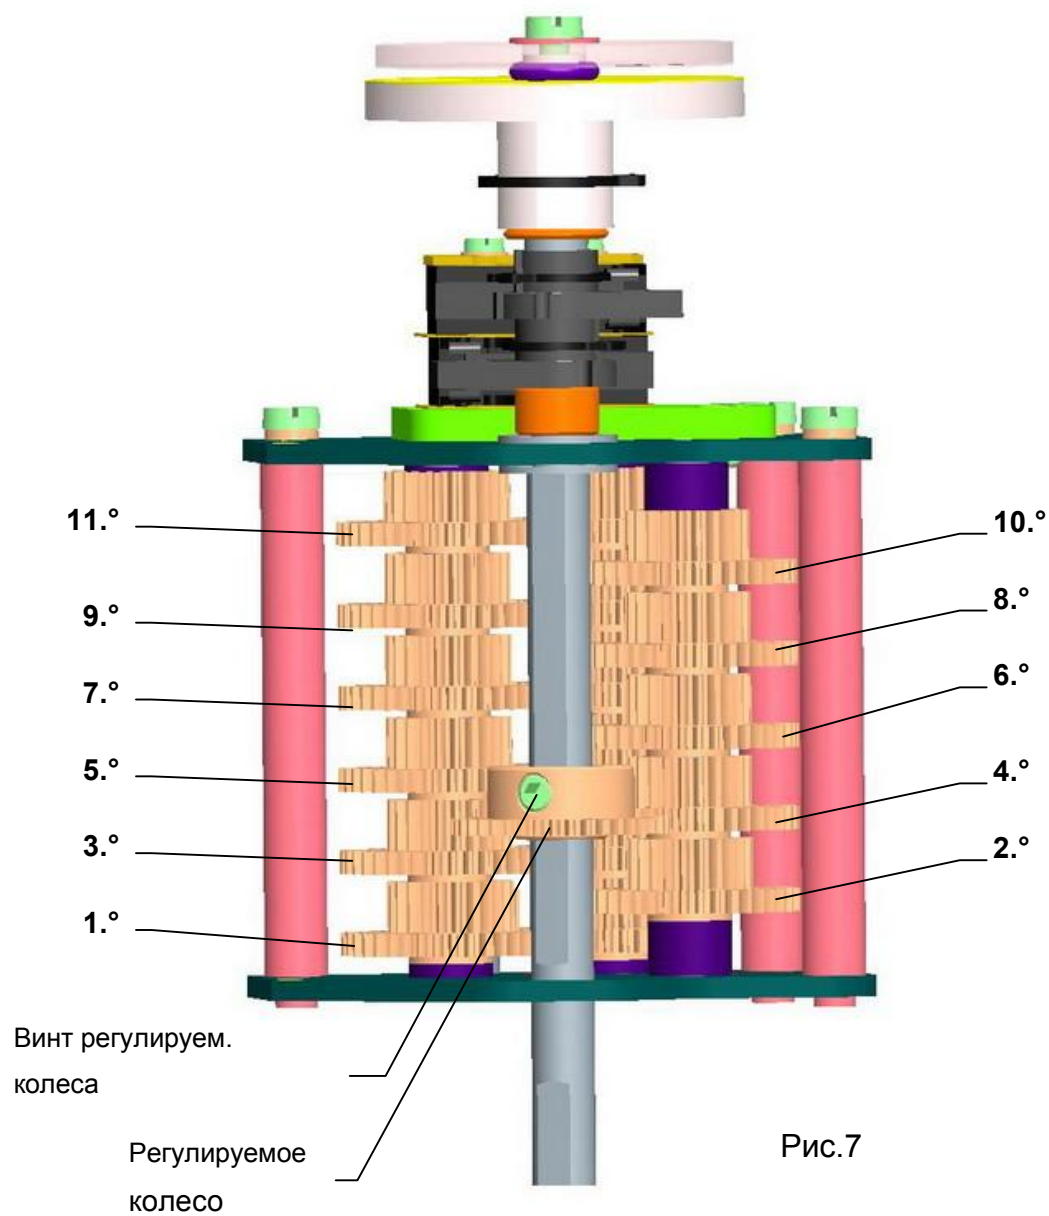

Рис.7
- Переводное колесо редуктора переместите после деблокировки винта переводного колеса на требуемый ступень диапазона(на ближайший высший, или равный соответствующим конкретным оборотам) по Таб. No 3 и Рис. 7. При настройке переводного колеса следите за правильным зацеплением с колесом данной ступени и винт повторно укрепите.